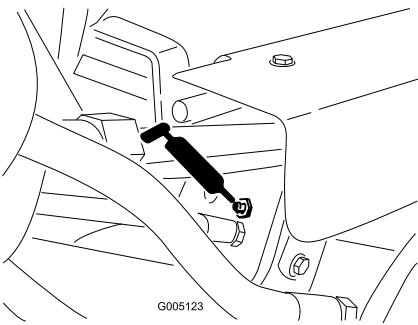

Figura 44
- Cilindri di sollevamento (3) (Figura 44)